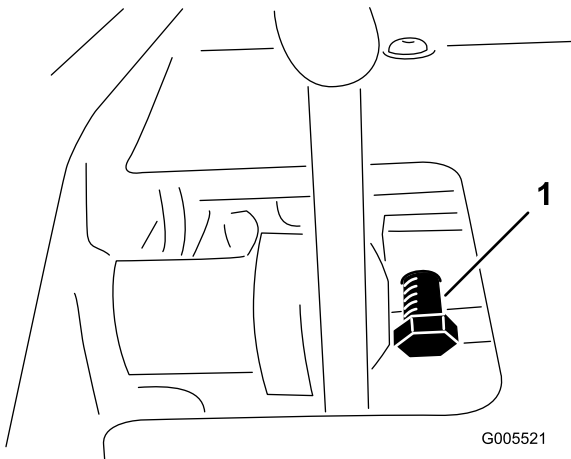

Figura 56
1. Liberte a porca de aperto do parafuso do bloqueio do pedal (Figura 56).